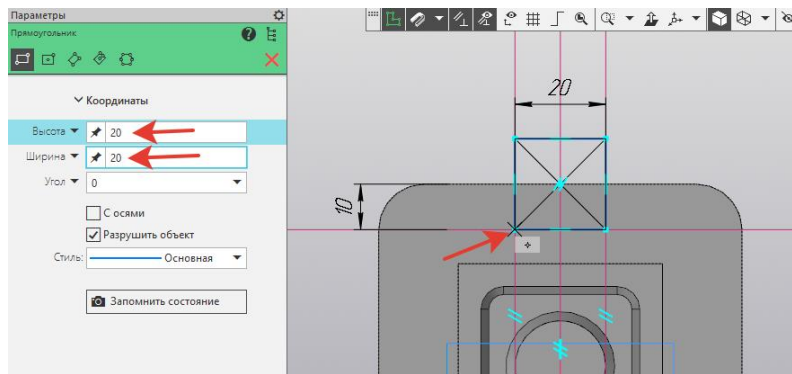

Рисунок 25.
24. На верхней поверхности основания, создайте новый эскиз. По размерам (рисунок 25) выполнить разметку с помощью **Вспомогательная параллельная прямая**. На инструментальной панели **Геометрия - Прямоугольник**. В **Параметрах** задать **Длина – 20, Ширина - 20**. Закрепить в левом углу разметки.